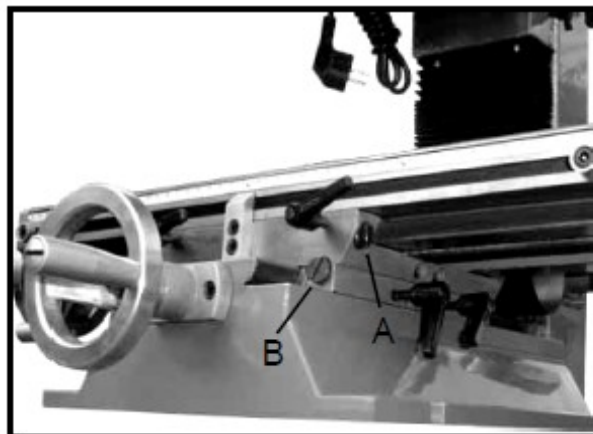
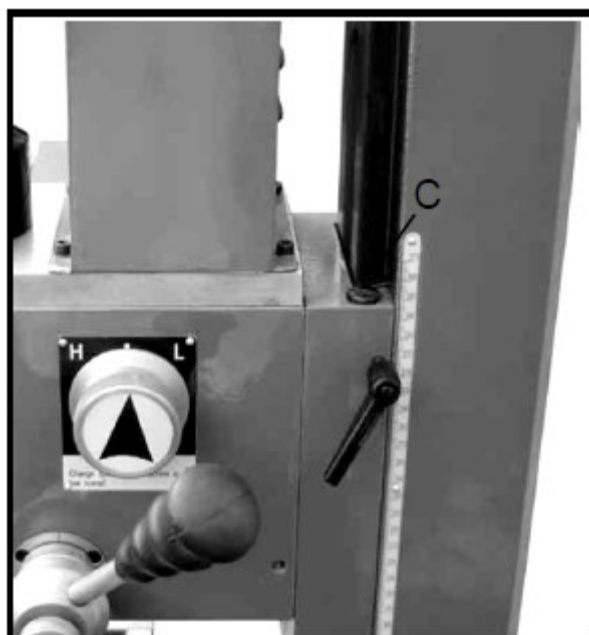

Рис. 17
Рис. 18
1. Регулировочный винт горизонтального клина (А, рис. 17) находится в задней правой части стола. Регулировочный винт клина траверсы (В, рис. 17) находится на правой стороне седла под столом. Регулировочный винт вертикального клина (С, рис. 18) находится на стойке.